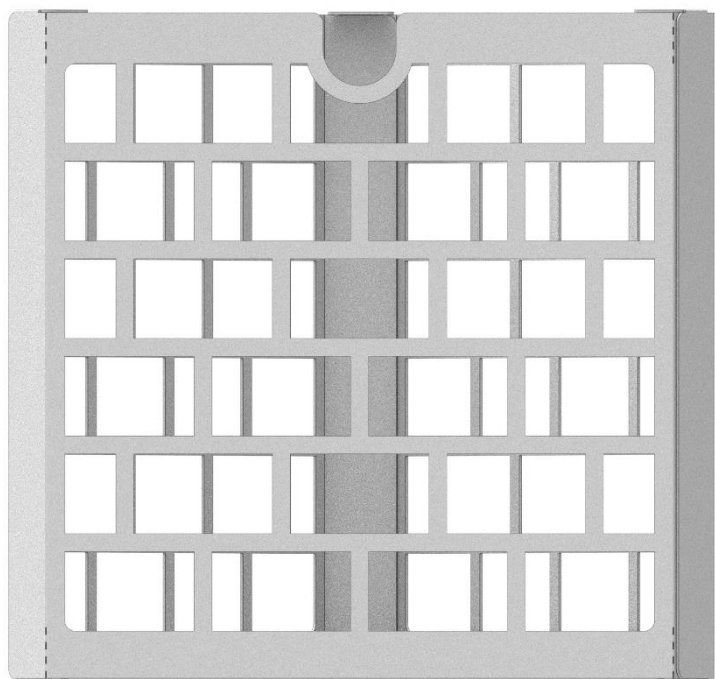
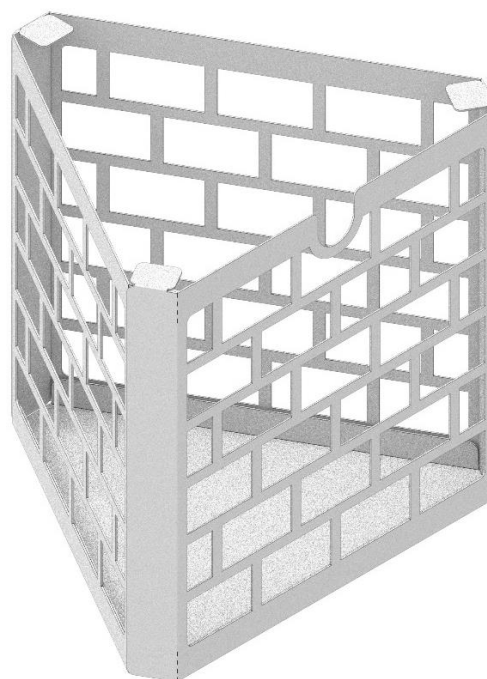

Рис. 6. Сетка для камней
Рис. 7. Сетка для камней.
2) Сетка для камней – изделие в форме треугольной призмы, с прорезанными стенками, для заполнения обвалованным жадеитом мелкой фракции или шариками из нержавеющей стали (Рис. 6. Сетка для камней – вид спереди., Рис.7. – Сетка для камней – изометрическая проекция).